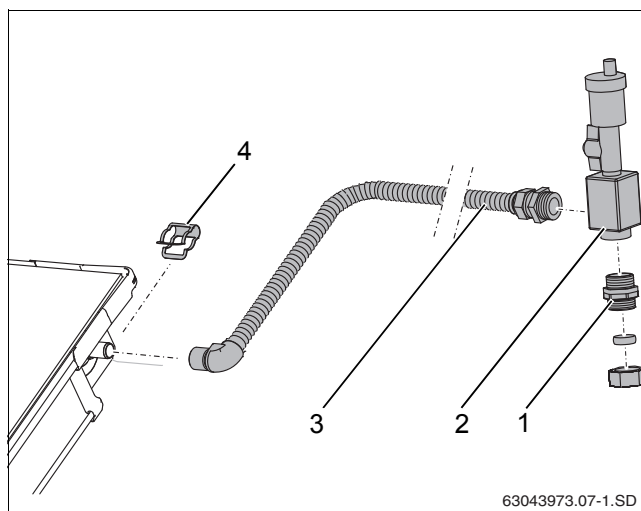

Рис. 37 Монтаж воздушного клапана под крышей
- ▶ Наденьте соединительную трубу (рис. 37, [3]) на штуцер подающей линии коллектора и зафиксируйте зажимом (рис. 37, [4]).
- ▶ Заверните соединительную трубу (рис. 37, [3]) и двойной ниппель (рис. 37, [1]) в воздухоотборник (с кольцевым уплотнением).
- ▶ Подсоедините сборную линию к двойному ниппелю с зажимным кольцом (рис. 37, [1]).